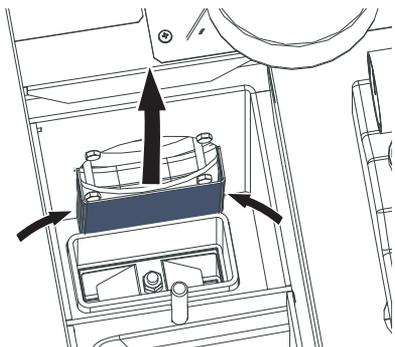

Fig. 64 Retirer le déflecteur (uniquement pour les chaudières - à pellets avec dépoussiéreur électrostatique)
- ▶ Comprimer légèrement la tôle de déviation (Fig. 64), la retirer et la nettoyer avec un pinceau (uniquement pour les chaudières à pellets avec dépoussiéreur électrostatique).